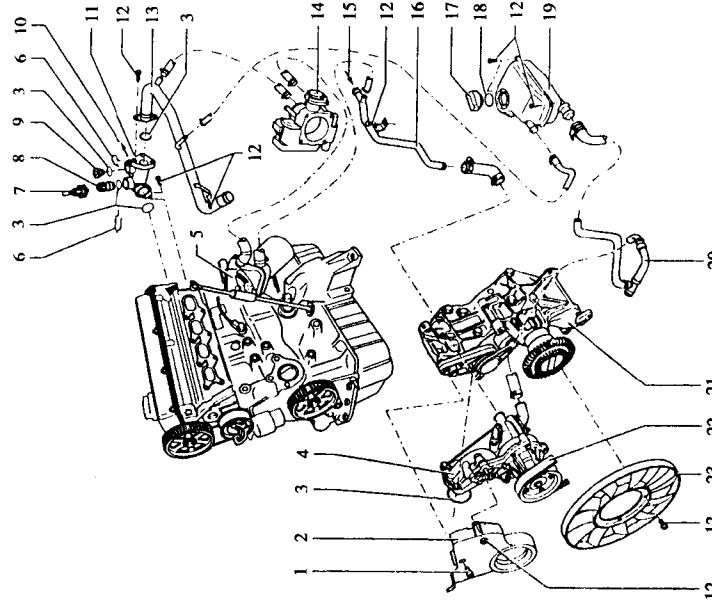

图 1-29 冷却系统属于发动机部分的零部件
(2) 冷却系统属于发动机部分的零部件，如图 1-29 所示。